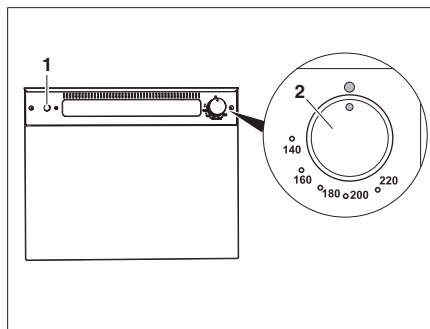

Fig. 312 Horno de gas (Thetford)
- Presionar el regulador giratorio (Fig. 312,2) ligeramente y girarlo hacia la izquierda a una posición cualquiera.
- Presionar el interruptor de encendido (Fig. 312,1) tantas veces como sean necesarias para que arda la llama.
- Girar el regulador giratorio (Fig. 312,2) a "0". La llama se apaga.